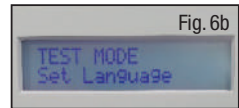

Fig. 6b
- Pulse el botón de flecha hacia ARRIBA una vez y la unidad mostrará "MODULO TEST Ajustar idioma" (Fig. 6b).